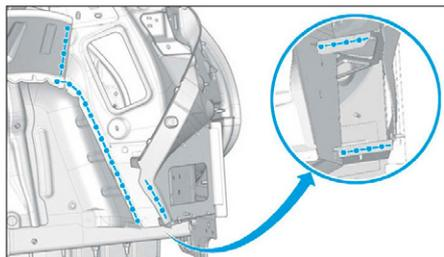

FIG. 198
- Préparer les bords d'accostage et les protéger par un apprêt soudable (Fig.198).